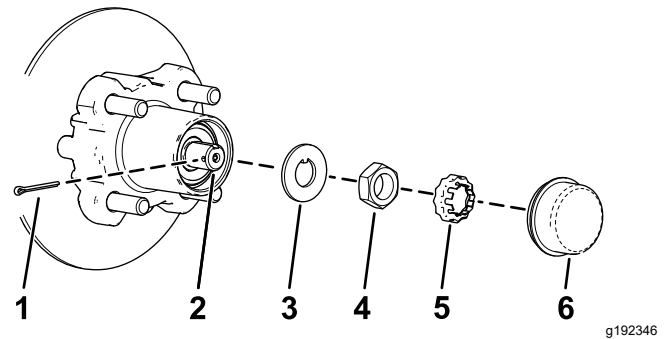
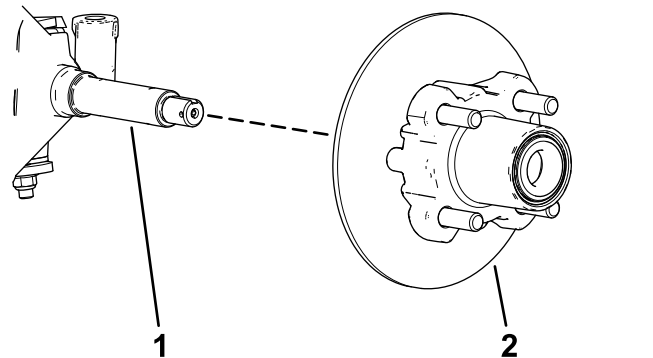

Figura 32
Figura 33
4. Retire el tapón guardapolvo del cubo (Figura 32).
5. Retire la chaveta y el retén del eje/tuerca del eje (Figura 32).
6. Retire la tuerca del eje y separe el conjunto de cubo y rotor del eje (Figura 32 y Figura 33).